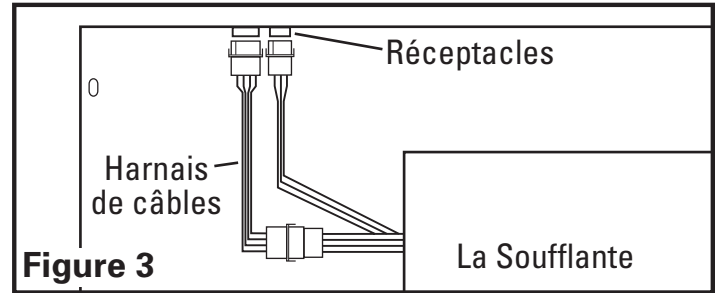

Figure 3
- Brancher les cordons à connecteurs rapides à 3 fils et 4 fils de la soufflante dans les réceptacles appropriés situés sur l'intérieur de l'avant du couvert de la hotte. Ces cordons ne s'ajusteront que d'une seule manière dans les réceptacles (**Figure 3**).